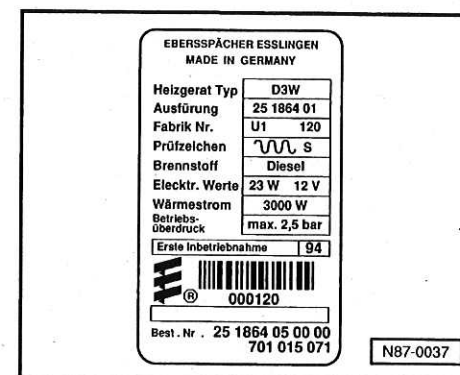

Fig. 1 Plaque du constructeur
- ♦ Sur l'appareil de chauffage se trouve une plaque du constructeur qui indique quel type d'appareil de chauffage est monté dans le véhicule ⇒ fig. 1.